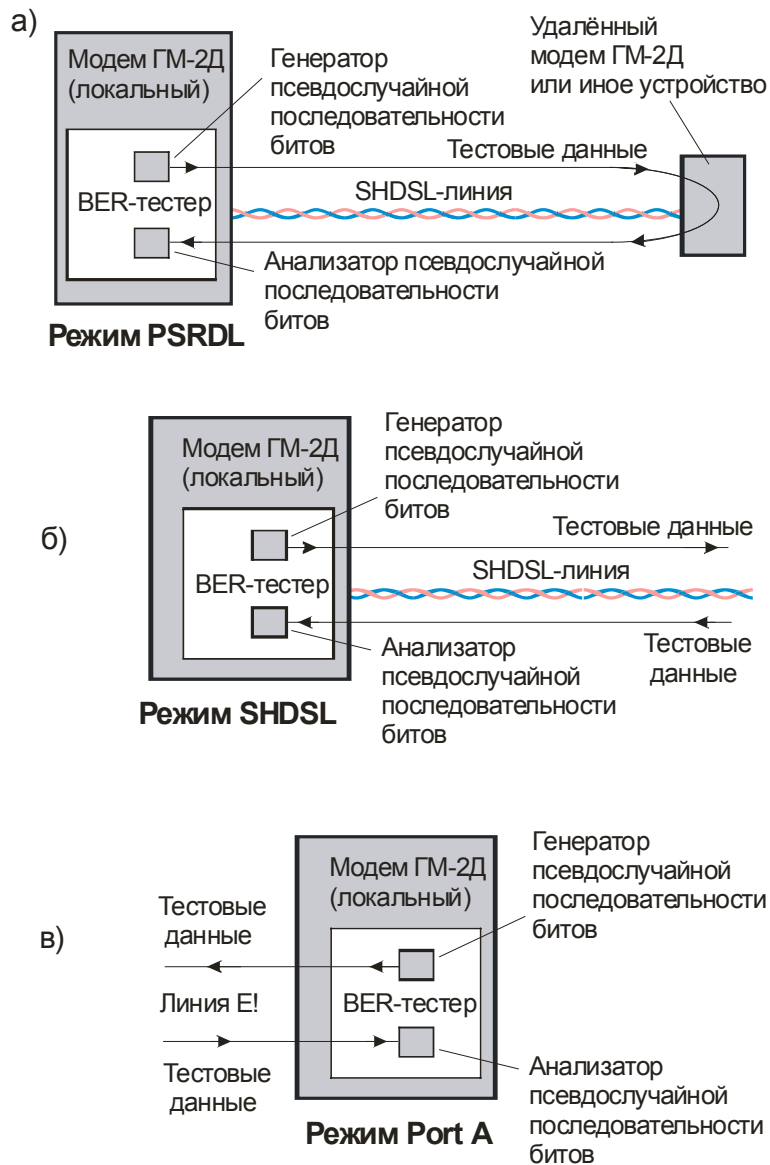

Рис. 12. Схемы включения встроенного BER-тестера
При активизации параметра PSRDL = On в удаленный модем ГМ-2Д или иное устройство (Рис. 12, а) посылается команда включения петли возврата данных в линию. Тестовые данные, поступающие из генератора псевдослучайной последовательности битов BER-тестера, проходят через SHDSL-линию к удаленному устройству и возвращаются по этой же линии в анализатор псевдослучайной последовательности битов BER-тестера.
**При активизации параметра SHDSL = On** (Рис. 12, б) тестовые данные, формируемые генератором псевдослучайной последовательности битов BER-тестера, проходят через SHDSL-линию к удалённому устройству. Данные, принимаемые из линии, могут быть любыми, но анализатор покажет отсутствие ошибок только в том случае, если одновременно выполняются следующие условия:
В первом режиме принимаемые данные совпадают с передаваемыми с точностью до двойной задержки передачи сигналов по линии связи, если удалённое устройство работает в режиме их возврата, как было показано на Рис. 12, а.
При активизации параметра **PortA = On** (Рис. 12, в) тестовые данные, формируемые генератором псевдослучайной последовательности битов BER-тестера, проходят через линию E1 к удалённому устройству. Данные, принимаемые из этой линии, могут быть любыми, но анализатор покажет отсутствие ошибок только в том случае, если одновременно выполняются следующие условия: